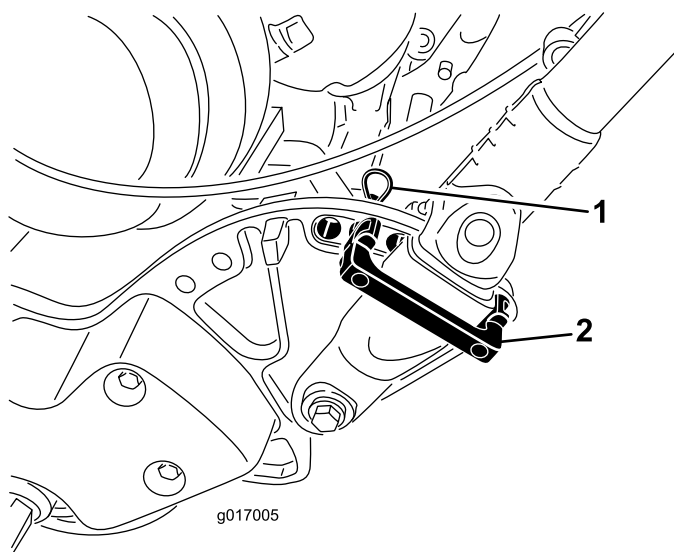

图8
1. 当撑住手柄时取下将手柄铁夹固定到侧板上的扎带图8。
2. 将手柄旋转到需要的操作位置并将手柄卡环插入手柄铁夹及侧板上相对应的孔图8。
3. 使用发卡销将手柄铁夹固定到位图8。